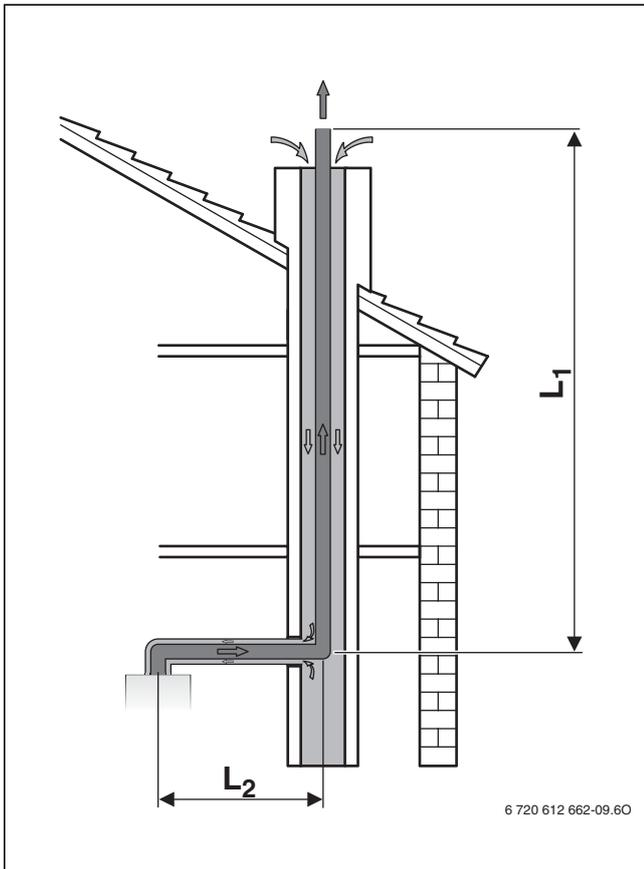

Bild 71 Abgasführung im Schacht nach C93x
- Wenn die Verbrennungsluftzufuhr durch den Schacht im Gegenstrom erfolgt (→ Bild 71), muss der Schacht gereinigt werden.